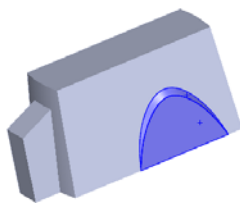

图 5.11.27 曲面-缝合 4
Step18. 创建图 5.11.27 所示的零件特征——曲面-缝合 4。选择下拉菜单 **插入(I)**  **曲面(S)**  **缝合曲面(F)...** 命令，系统弹出“曲面-缝合”对话框；在模型中选取镜像 1 为缝合对象；单击对话框中的  按钮，完成曲面-缝合 4 的创建。